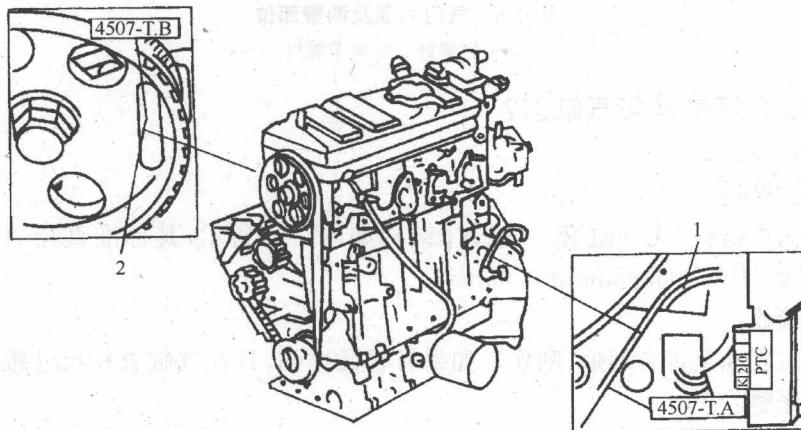

图 1-4 曲轴与凸轮轴的定位
①如图 1-4 所示,慢慢转动曲轴,观察飞轮上的正时标记,当标记对准时,插入止动销将飞轮锁住,使曲轴不能转动。慢慢转动凸轮轴,当正时齿轮与气缸盖上的定位孔对齐时,插入止动销,将凸轮轴锁住。